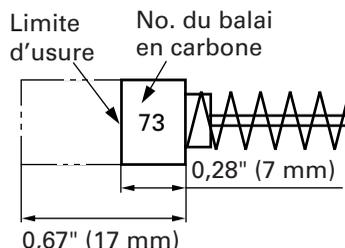

Fig. 10
## 3. Contrôle des balais en carbone (Fig. 10)
**REMARQUE:** Utiliser le balai en carbone HITACHI No. 73 indiqué sur la Fig. 10.